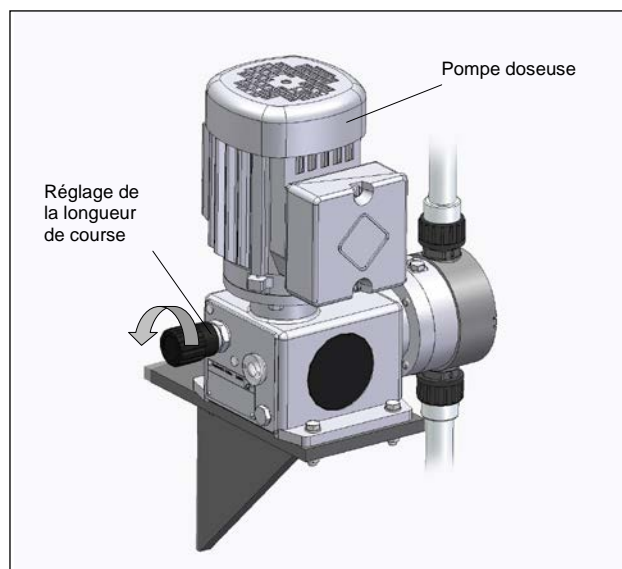

Fig. 19
- Mettre la pompe/l'installation sous tension; augmenter doucement le débit de la pompe en ajustant la fréquence/longueur de course jusqu'au niveau max. (cf. fig. 19).